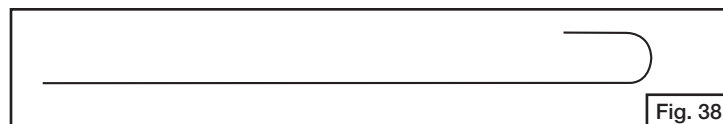

Fig. 38
1. Pour éliminer les obstructions citées ci-haut, servez-vous d'une brosse flexible à diffuseur ou bien faites un petit crochet à un bout d'un fil de fer flexible de 52 cm de long (voyez la fig. 38).
4. Regardez à l'intérieur de l'extrémité la plus basse du tube du diffuseur pour voir s'il y a des nids, des toiles d'araignée ou de la boue. Si vous en trouvez, nettoyez tel qu'expliqué à l'étape 1, Fig. 38.